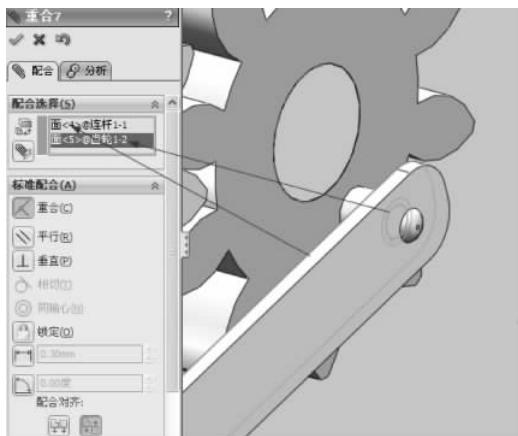

图 3-89 重合配合
(3) 继续进行添加配合操作，在【标准配合】选项组下选择【重合】配合类型 ，在【配合选择】选项组下的选择框中选择连杆内侧面和右侧齿轮凸台端面，如图 3-89 所示，单击【确定】按钮 ，完成重合的配合。